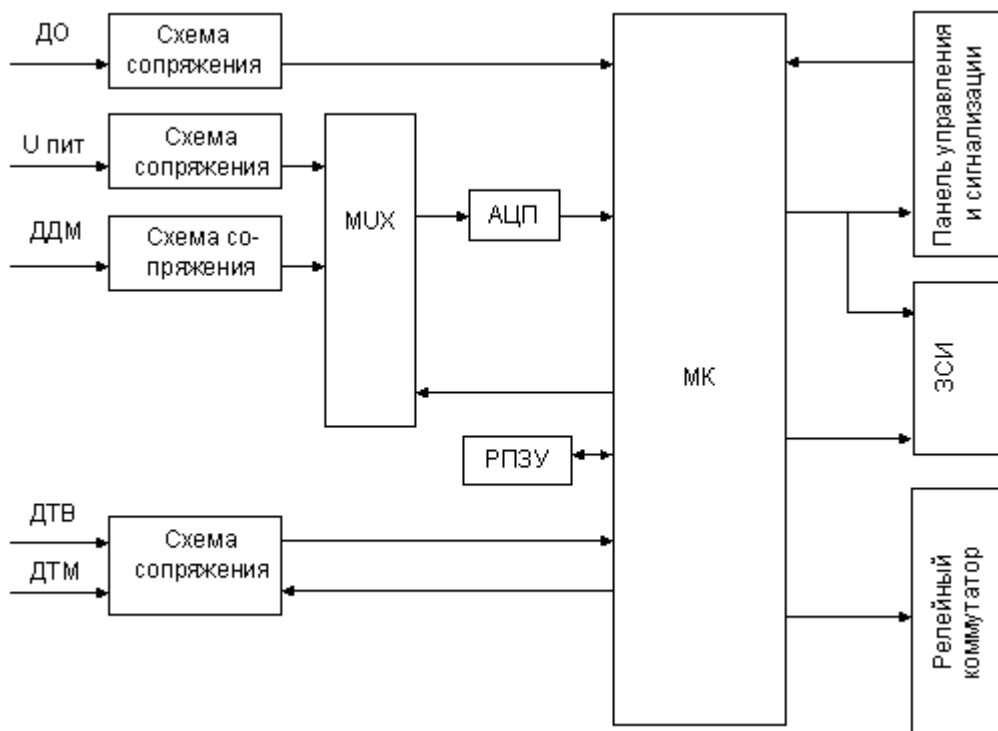

Рисунок 2 - Структурная схема ПУ
5.2.1 ПУ является основной составной частью УСУ-Д-1М-04, определяющей функционирование УСУ-Д-1М-04. Структурная схема ПУ изображена на рис. 2.
- индикацию измеренной частоты на знаковосинтезирующем индикаторе ЗСИ (см. рис. 2);
Значение показаний моточасов хранятся в энергонезависимой памяти ПУ-РПЗУ (см. рис. 2) и сохраняются при выключении питания ПУ.
- подключение измеряемого сигнала к АЦП (см. рис. 2) с помощью мультиплексора;
- преобразование величины напряжения в 8-ми разрядный код с помощью АЦП (см. рис. 2);